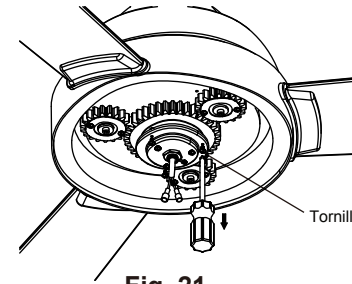

Fig. 21
**Paso 1.** Retire tres (3) tornillos como se muestra y guárdelos para su uso posterior. (Fig. 21)